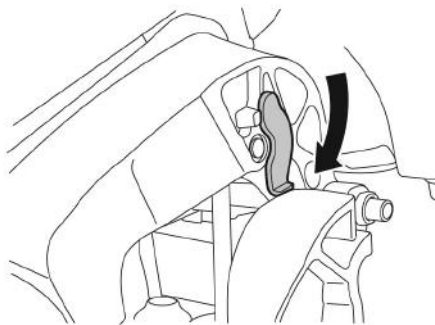

Рис. 39 Упорный рычаг
3. Только для моделей F50FEL-T-EFI, F60FEL-T-EFI и F100EFI-F115EFI: для фиксации подвесного лодочного мотора в крайнем верхнем положении (для разгрузки механизма электрического подъемника на время продолжительной стоянки) опустите упорные рычаги с обеих сторон мотора (Рис. 39). Нажмите на кнопку управления электрическим подъемником в положение DN (вниз) и осторожно опустите мотор на упорные рычаги. Мотор должен остаться в поднятном положении.